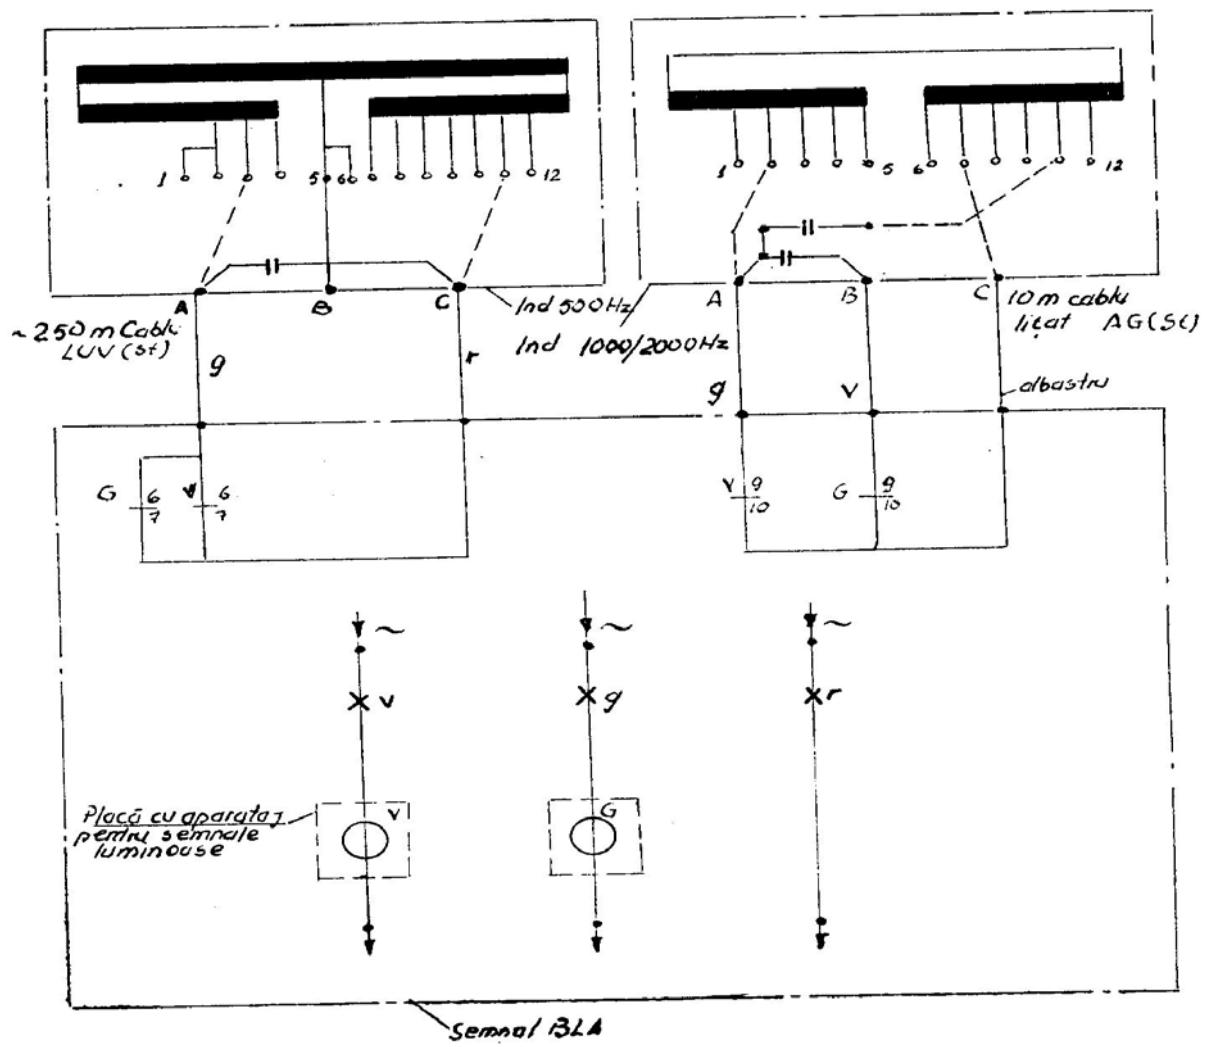

Fig. 57 Schema electrică și conectarea la semnalul de bloc pe secții cu B.L.A.
e) Semnalul de bloc pe secții cu B.L.A. în curent alternativ de 75 Hz echipat cu inductoare de cale de 1 000/2 000 și de 500 Hz (Fig. 57).